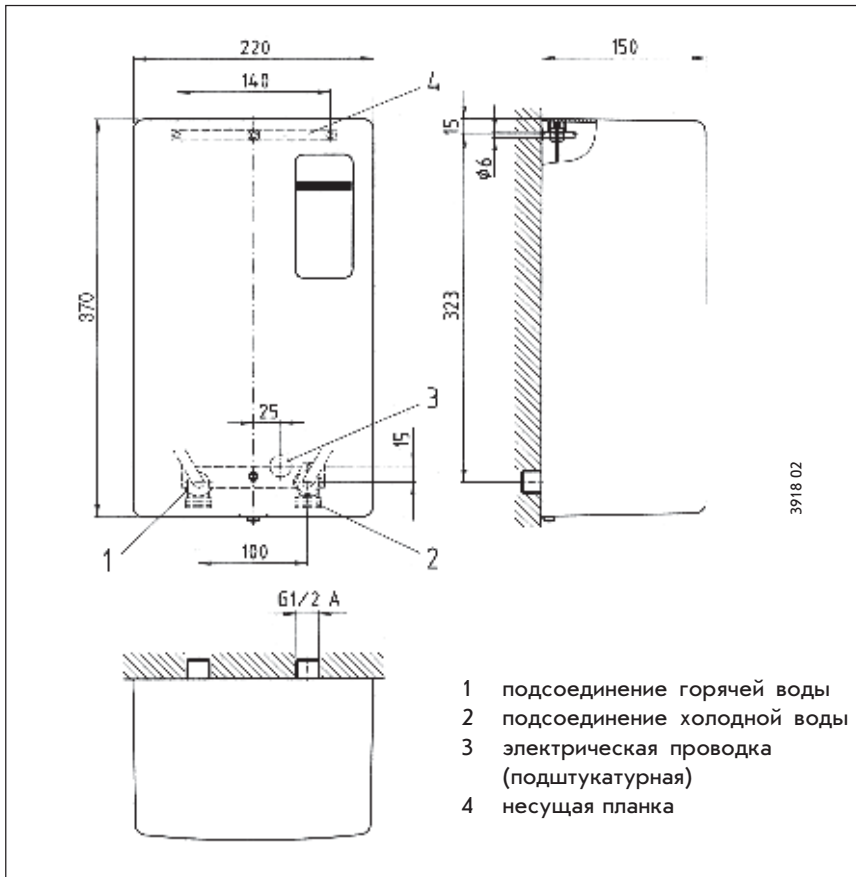
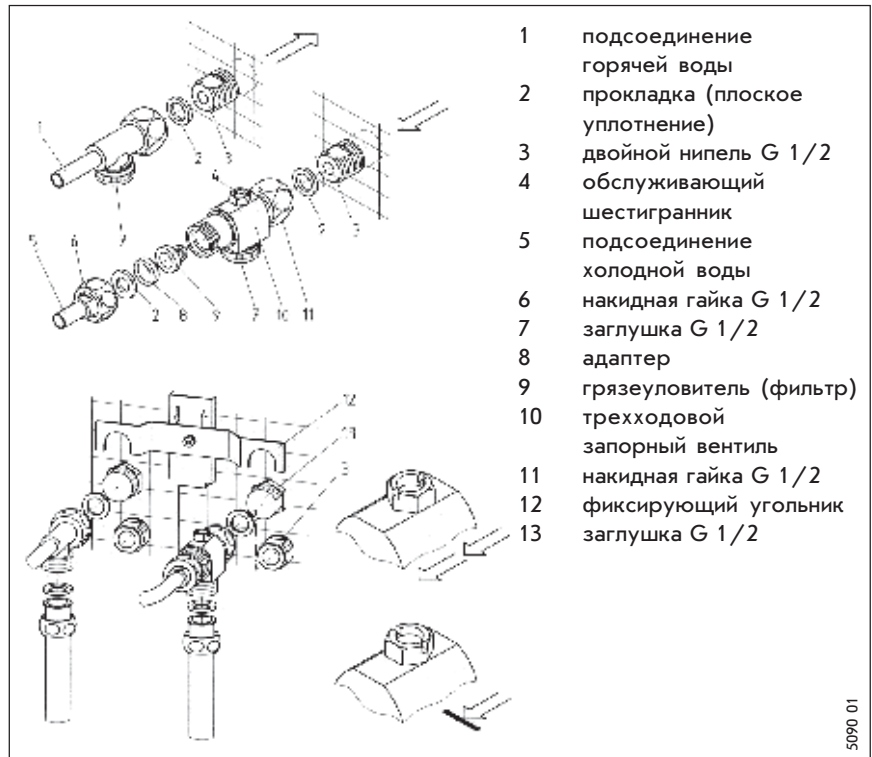

Рис. 2
Рис. 4
Прибор типа DHA следует устанавливать в вертикальном положении (согласно рис.2), как можно ближе к водозаборным точкам.
снять корпус прибора, отвернув болт в нижней части. вкладки из стиропора, которые служат для транспортировки, следует удалить. разъединить несущую планку (поз.4, рис.2) основательно промыть линию холодной воды. детали подсоединения труб снять и смонтировать согласно рис.4. с помощью монтажного шаблона определить положение кабеля (под или надштукатурный монтаж), а также несущей планки. для надштукатурного электроподсоединения на внутренней стороне корпуса прибора с обеих сторон отмечены выламывающиеся отверстия для кабеля. закрепить согласно рис.2 несущую планку, для привинчивания использовать деревянные дюбели 4,5 x 35 мм. закрепить прибор шестигранными гайками на несущей планке. грязеуловители (фильтры) удалять не разрешается.
**Подключение воды (рис.4)**